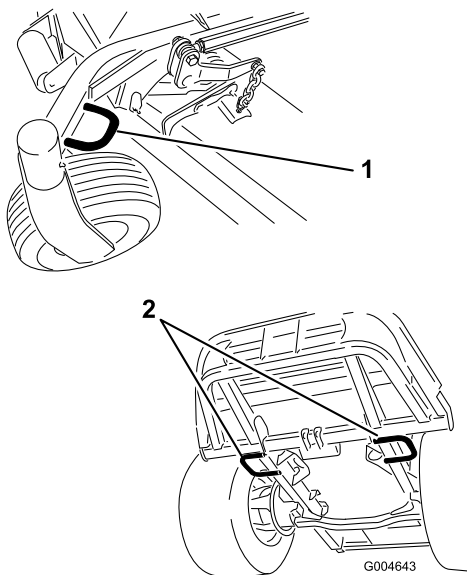

Bild 39
- Befestigen Sie die Maschine mit den gesetzlich vorgeschriebenen Riemen, Ketten, Kabeln oder Seilen am Anhänger (Bild 39).